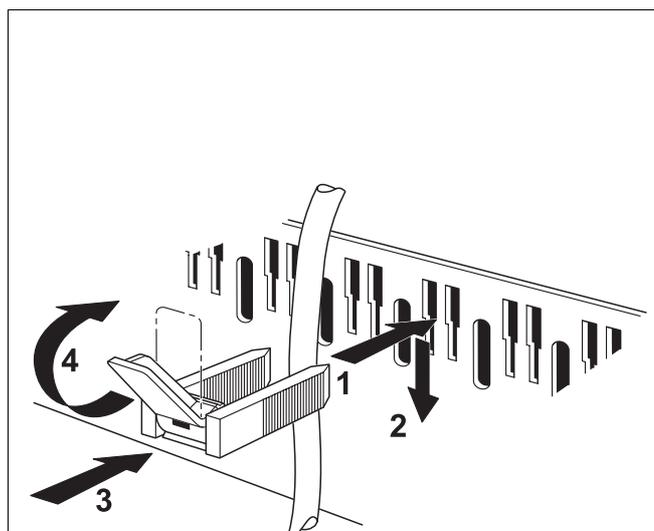

Abb. 14 Leitung mit Kabelschelle sichern
- Alle Leitungen mit Kabelschellen sichern (Abb. 14):
- Kabelschelle mit eingelegter Leitung von oben in die Schlitze des Schellenrahmens (Abb. 14) einsetzen; der Steg des Hebels muss dabei nach oben zeigen (Abb. 14, Schritt 1).
- Kabelschelle herunterschieben (Abb. 14, Schritt 2).
- Gegendrücken (Abb. 14, Schritt 3).
- Hebel nach oben umlegen (Abb. 14, Schritt 4).